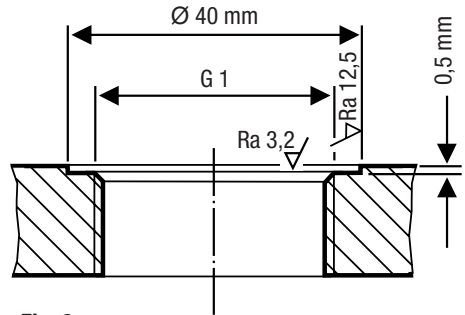

Fig. 9
- Achten Sie auf eine einwandfreie technische Bearbeitung der Dichtflächen des jeweiligen Behältergewindestutzens oder Flanschdeckels, siehe Fig. 9.
Die Dichtflächen müssen gemäß Fig. 9 technisch einwandfrei bearbeitet sein.